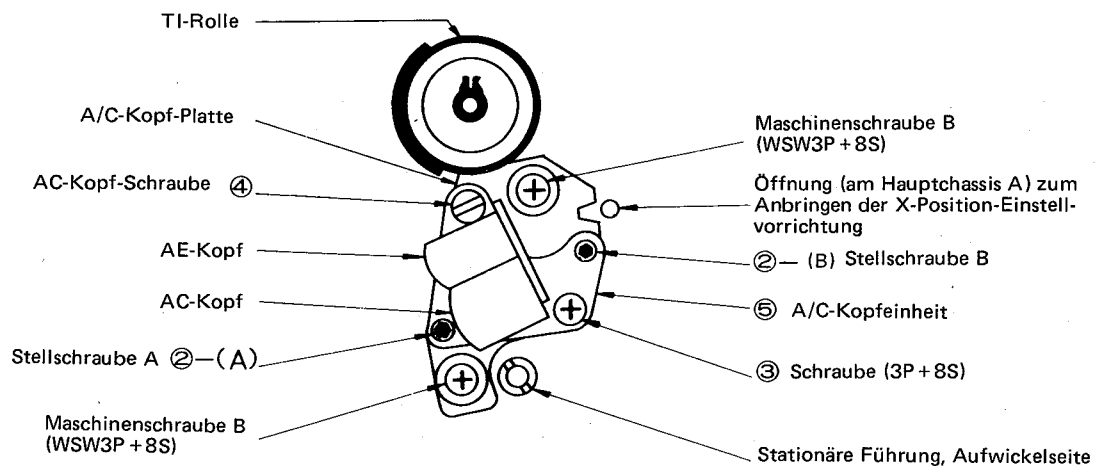

Abb. 7-23
- Falls unnormales Verhalten beim Bandlaufbetrieb erkennbar ist, führt man die folgenden Einstellungen mit Bezug auf Abb. 7-23 und 7-25 durch.
- 4) Wenn eine Einstellung erforderlich ist, führt man diese mit Hilfe der Stellschrauben (2)A und (2)B durch. Die Schrauben vorsichtig verstellen.
- 7) Die Spurlagenregler in die vorgegebene Stellung bringen, beide Maschinenschrauben B (WSW3P+8S) wie in Abb. 7-23 gezeigt lösen, die X-Positions-Einstellvorrichtung in der dafür vorgesehenen Öffnung anbringen und den AC-Kopf positionsmäßig so einstellen, daß die maximale Hüllkurve erzielt wird.